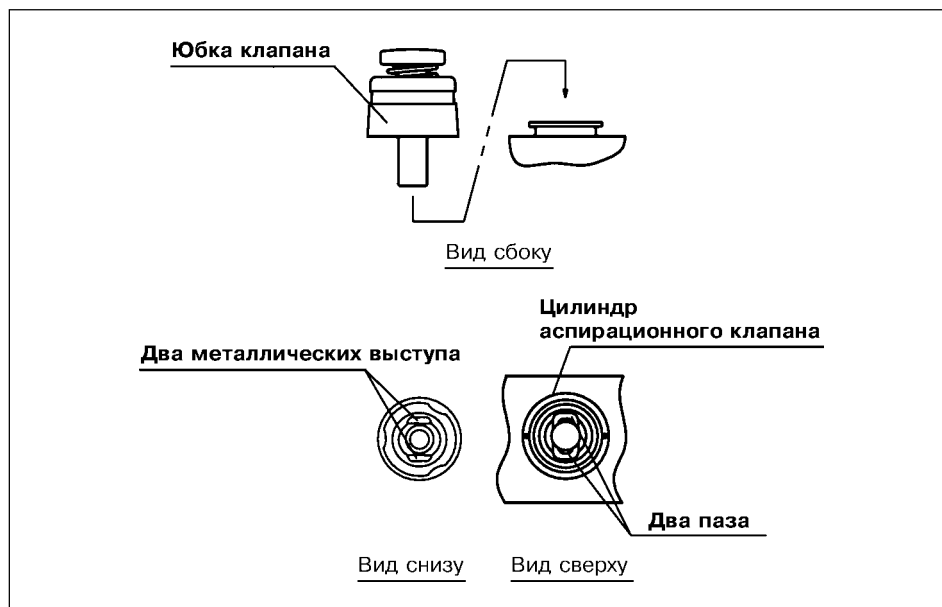

Рис. 3.8.
2. Вставьте аспирационный клапан в отверстие цилиндра аспирационного клапана на эндоскопе (см. рис. 3.8 и 3.9). Убедитесь, что клапан полностью соответствует размерам цилиндра, без зазоров и вздутия юбки клапана.